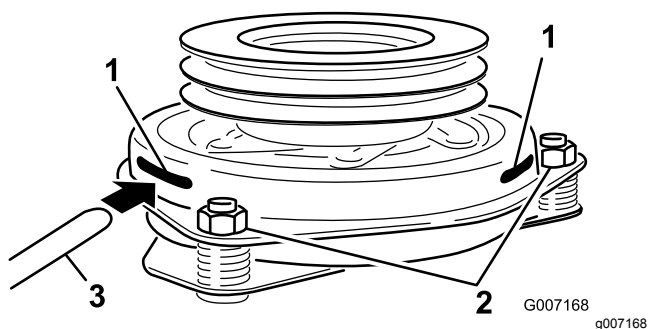

Bild 56
9. Stecken Sie eine 0,381 mm bis 0,533 mm große Fühlerlehre durch einen Prüfschlitz in die Seite des Teils. Stellen Sie sicher, dass die Lehre zwischen dem Anschlussstück und den Rotorabtrieboberflächen ist (**Bild 56**).
10. Ziehen Sie die Sicherungsmuttern an, bis die Fühlerlehre etwas fest sitzt, jedoch leicht bewegt werden kann (**Bild 56**).